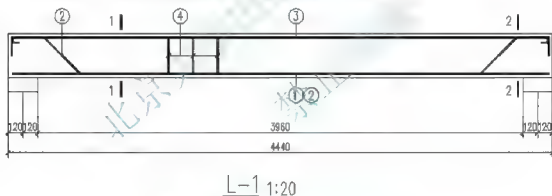

图 5.70 绘制 L 1 梁纵断面图
③ 启动 【镜像】 命令, 将架立筋左侧的半圆弯钩对称复制到右侧, 然后删除辅助线。
(13) 标注梁 L-1 的尺寸和钢筋编号, 结果如图 5.70 所示。